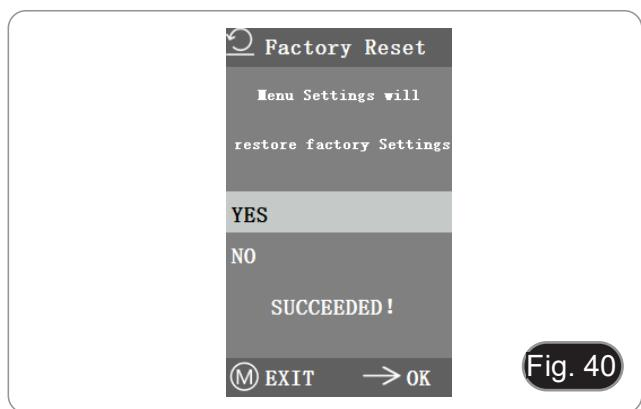

Fig. 40
Appuyez sur → pour réinitialiser les paramètres du menu aux paramètres d'usine. (Fig. 40)
1. Sélectionnez "Oui" pour effectuer la mise à niveau. Le message suivant s'affiche: "UPGRADING..." pendant la mise à niveau du système. " apparaîtra pendant la mise à niveau du système. (Fig 40)